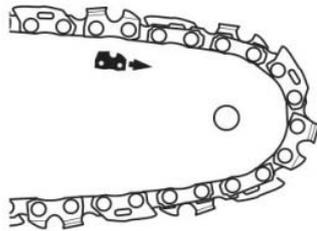

Fig. 13
Vérifiez la tension de la chaîne en la soulevant d'une main (14). La tension de la chaîne est correctement réglée lorsque cette dernière peut être soulevée de 2 à 4 mm au centre du guide-chaîne (13) (Fig. 13, 14).